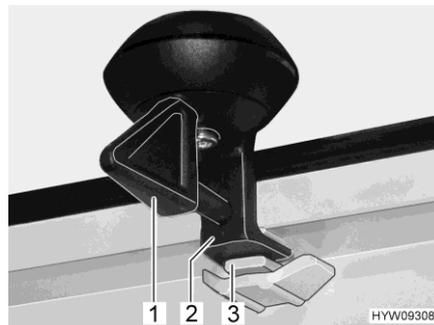

Fig. 50 Bloqueo (posición de ventilación)
- Girar la palanca (Fig. 50,1) un cuarto de vuelta. El bloqueo (Fig. 50,2) tiene que deslizarse al interior de la escotadura superior (Fig. 50,3).